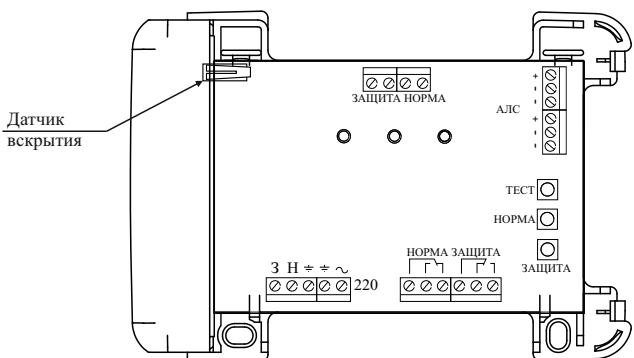

Рисунок 2
- 5.3 В основании имеются вырезы для подвода проводов к клеммным колодкам, расположенным на плате. Внутри корпуса на основании расположена плата с электронными компонентами (рисунок 2).